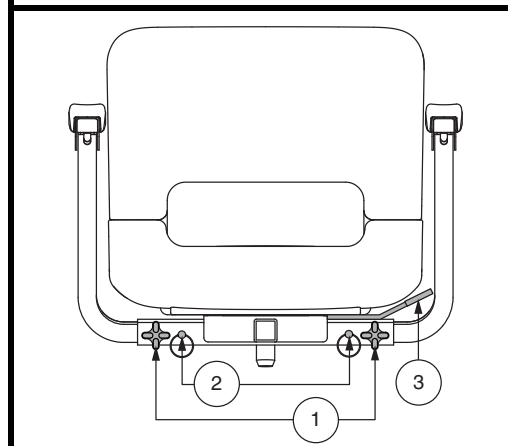

Figure 18. Réglage du siège
Le levier de rotation est situé sur le côté droit de la base du siège et le bloque dans plusieurs positions. Voir la figure 18.
1. Desserrez les boutons de réglage. Voir la figure 18.